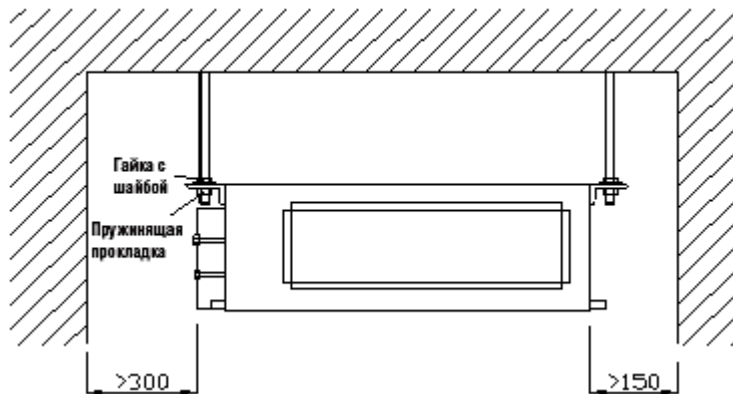

Рис.2
4. Минимально допустимые расстояние от блока до стен и предметов показано на рис. 2.